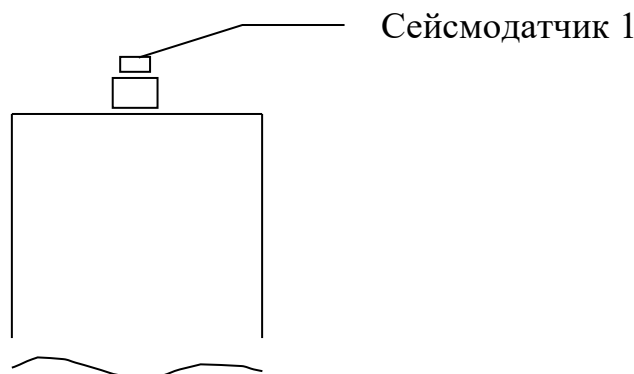

Рис. 1.
- 1) закрепите РПВ или Сейсмодатчика на свае с помощью пластилина или незамерзающей замазки по вертикали, согласно рис. 1;